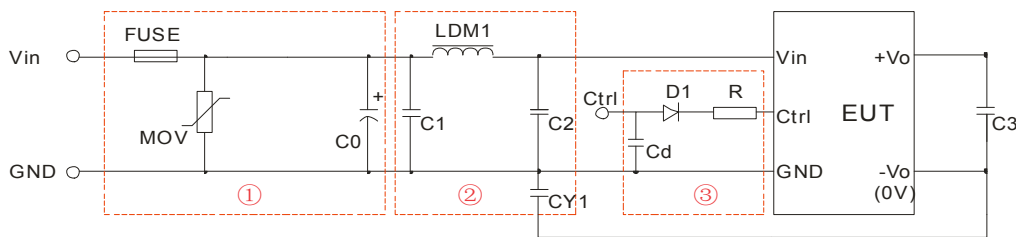

图 3
辐射骚扰	CISPR32/EN55032 CLASS B (推荐电路见图 3-②)
- ①图 3 中第①部分用于 EMS 测试；第②部分用于 EMI 滤波，可依据需求选择；
② V_C 为 Ctrl 端相对于输入地 GND 的电压， V_D 为 D1 的正向导通压降， I_C 为流入 Ctrl 端的电流，一般取 5-10mA，Ctrl 端外围电路如图 3-③；
③若图中元器件无附其参数说明，则此型号外围中不需要这个元器件。